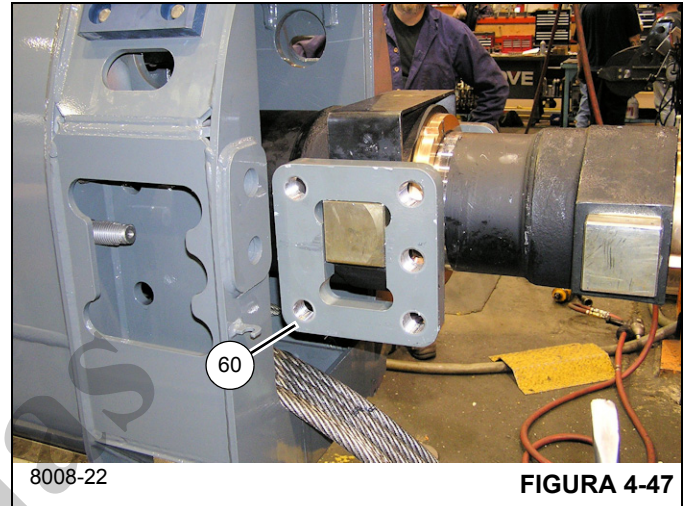

FIGURA 4-47
75. Instale a graxeira (106) na solda do eixo (98) (lados esquerdo e direito). Adicione graxa até ela ser expelida através das polias.
76. Instale a placa do munhão (60) no olhal quadrado dianteiro do cilindro telescópico (6) (lados esquerdo e direito) (consulte a Figura 4-47).